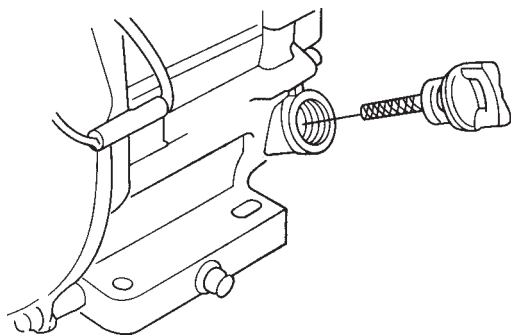

Figura 3. Varilla medidora del aceite del motor (Desmontable)
2. Retire la varilla medidora de adentro del orificio para el llenado de aceite del motor (Figura 3) y límpiela.